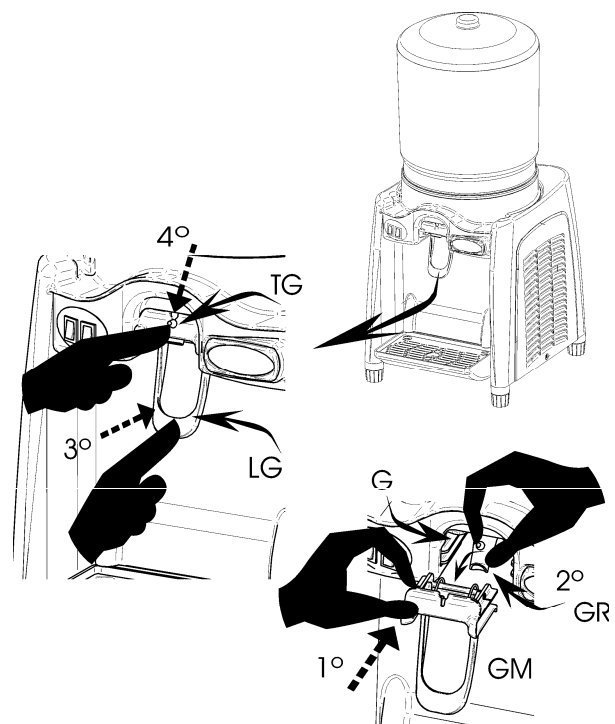

Abbildung 15
14.- Den Hahnkörper (**GM**) mit einer Hand in die Führungsschienen einführen (1) und mit der anderen Hand das Gummistück (**GR**) in seine Aufnahme im Hahnkörper einsetzen (2); den Hebel (**LG**) mit einer Hand herunterdrücken (3), während mit der anderen Hand (4) der Rastzapfen des Gummistücks (**TG**) in seine Aufnahme eingesetzt wird. (**Abb. 15**).